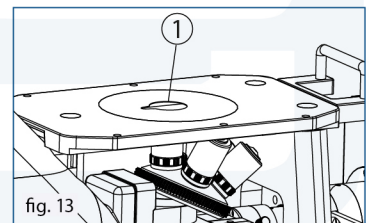

fig. 13
1. (Fig. 13) Colocar la muestra en el centro de la platina (1)